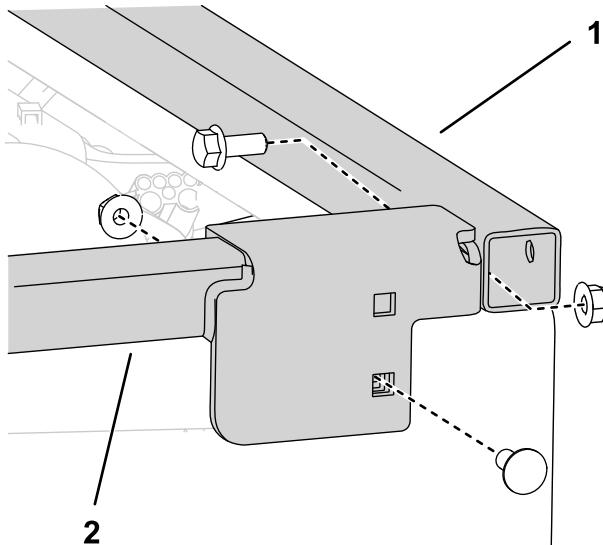

Figura 11
- Collegate il gruppo distanziale destro del pianale al telaio tubolare anteriore per mezzo di un bullone, e al gruppo telaio del pianale per mezzo di un bullone a testa tonda, come illustrato in Figura 11.